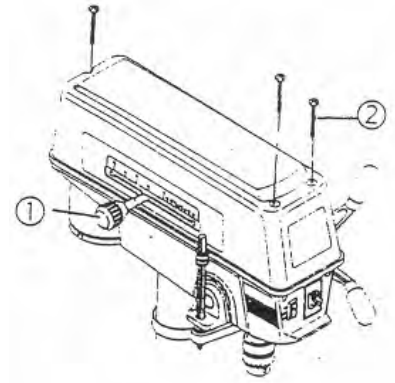

Fig. 25
1. Während die Maschine dreht, machen Sie den Geschwindigkeitsgriff (1) Fig. 25 linkerseits der Säulenbohrmaschine los.
3. Wenn die Markierung auf dem Geschwindigkeitsgriff (1) die gewünschte Geschwindigkeit auf der Tiefenskala aufweist, den Geschwindigkeitsgriff festdrehen im Uhrzeigersinn.